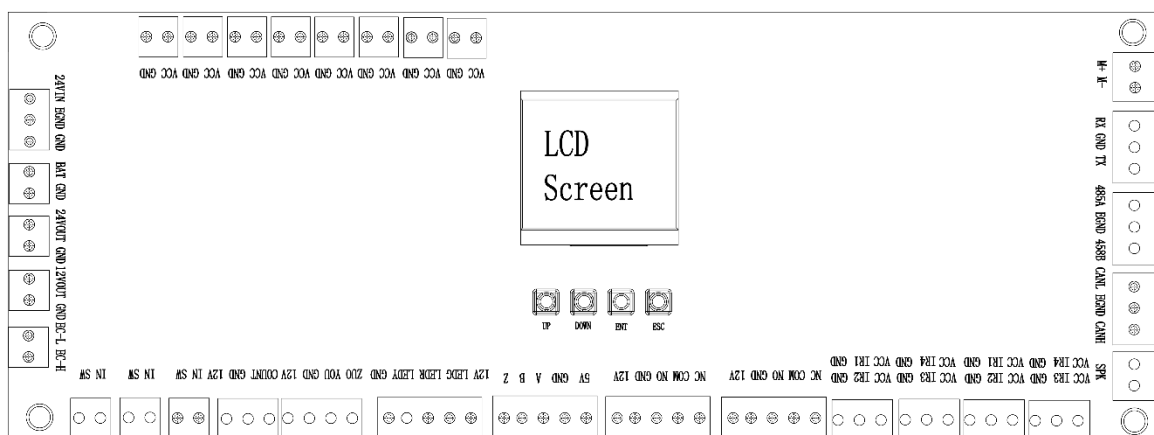

Рис. 3-1
2) На плате управления есть 4 кнопки «UP, DOWN, ENT, ESC», как показано на рис. 3-1: